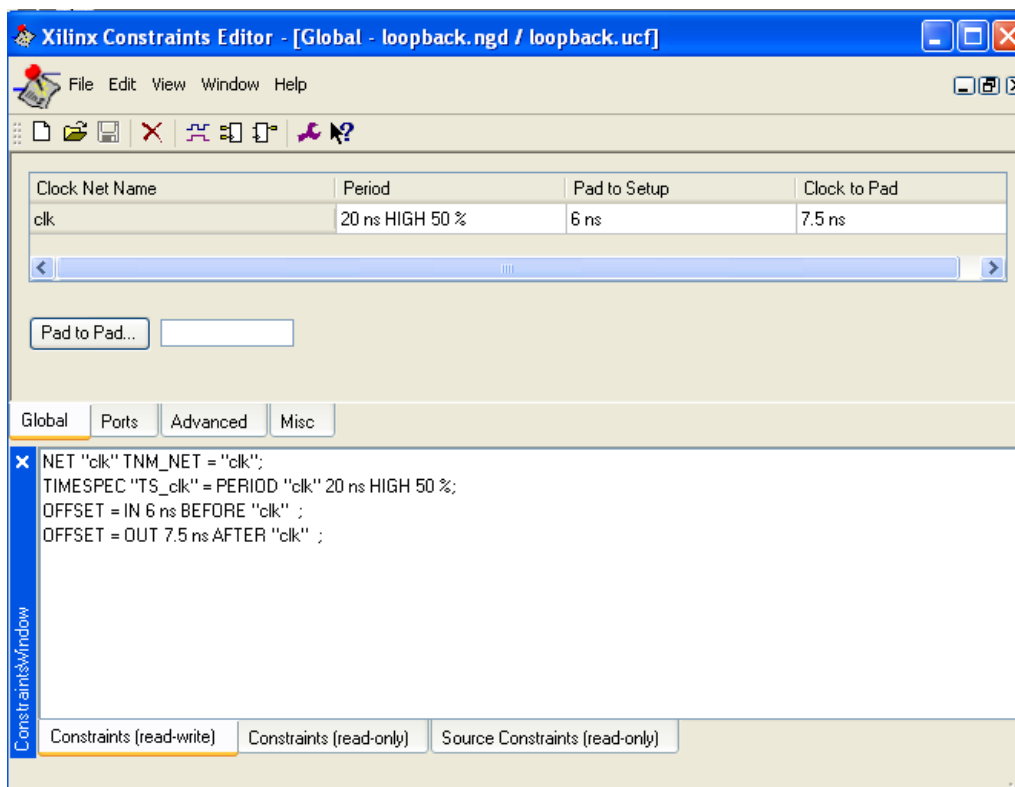

Рисунок 3-7. Закладка Global в редакторе Constraints Editor
① Дважды щелкните на пустое поле под заголовком колонки **Pad to Setup**, введите значение **6** для **OFFSET** и нажмите **“Ok”**. Таким образом, вы ввели ограничение на **OFFSET IN** (**Рисунок 3-7**)
② Дважды щелкните на пустое поле под заголовком колонки **Clock to Pad**, введите значение **7,5** для **OFFSET** и нажмите **“Ok”**. Таким образом, вы ввели ограничение на **OFFSET OUT**.
③ Выберите **File → Save**